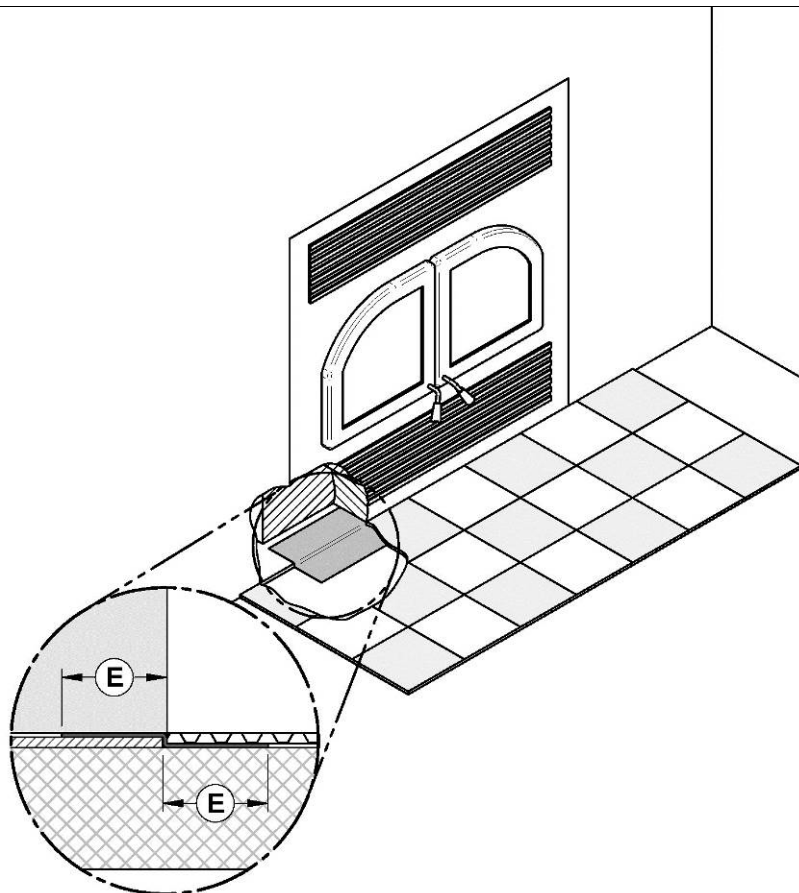

Figure 17 : Installation directement sur le plancher
Dans le cas où le foyer serait installé directement sur le plancher, le joint entre la protection de plancher et le foyer (E) doit également être protégé par un matériel non-combustible. Par exemple, une plaque de métal (non fournie). Voir Figure 17 : Installation directement sur le plancher.